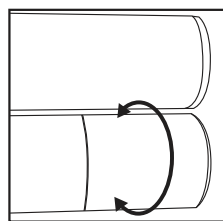
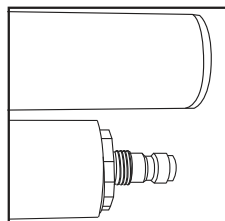

Fig.3a
Fig.3b
2. Localize a capa de proteção do bico de enchimento no reservatório e gire a capa (Fig.3a). Você irá ver o bico de enchimento de ar. (Fig.3b)